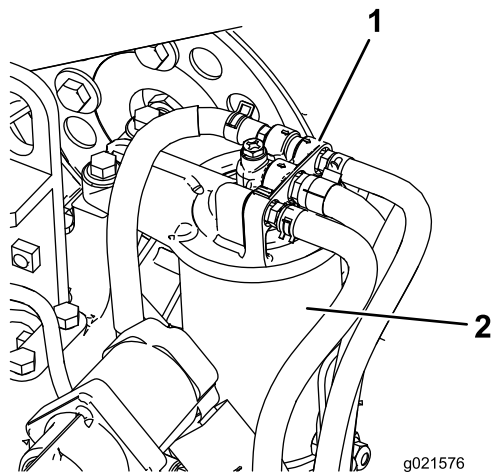

Figura 55
2. Retire el filtro y limpie la superficie de montaje del cabezal del filtro (Figura 55).
1. Limpie la zona alrededor del cabezal del filtro de combustible (Figura 55).